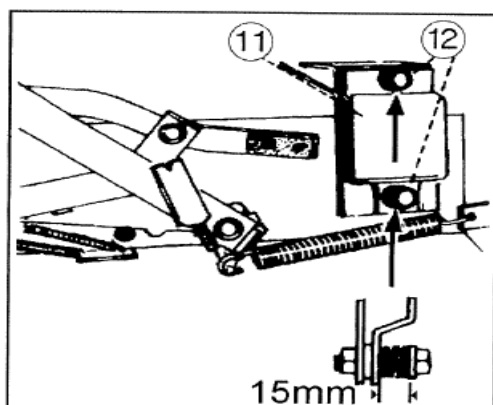

Рис. 23.
Тормоз балки (11) отвечает за плавность движений во время обматывания. Благодаря этому достигается равномерное распределение витков шпагата на тук (рис. 23). Если движения балки являются нерегулярными, сопровождаются рывками, особенно во внешней зоне, необходимо отрегулировать тормоз плеча с помощью болтов.